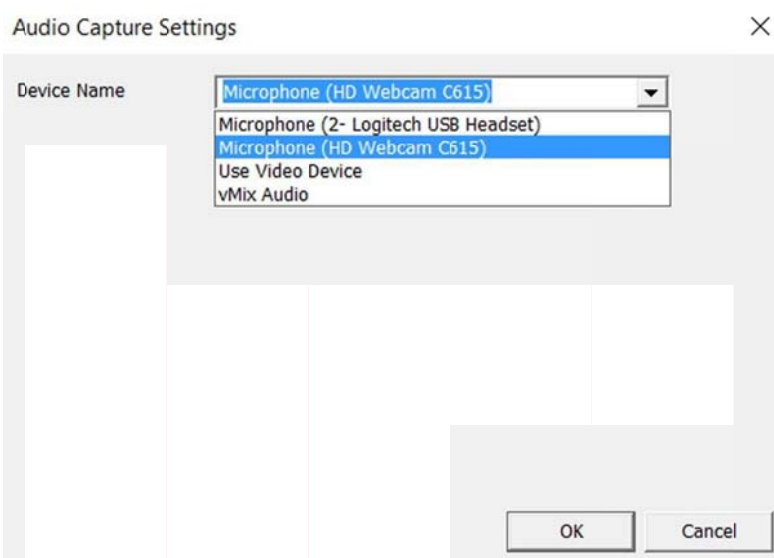

Figure 25 - L'AUDIO écran de capture vous permet de sélectionner le périphérique audio.
- L'écran Paramètres AUDIO CAPTURE montre Figure 25 devraient apparaître.